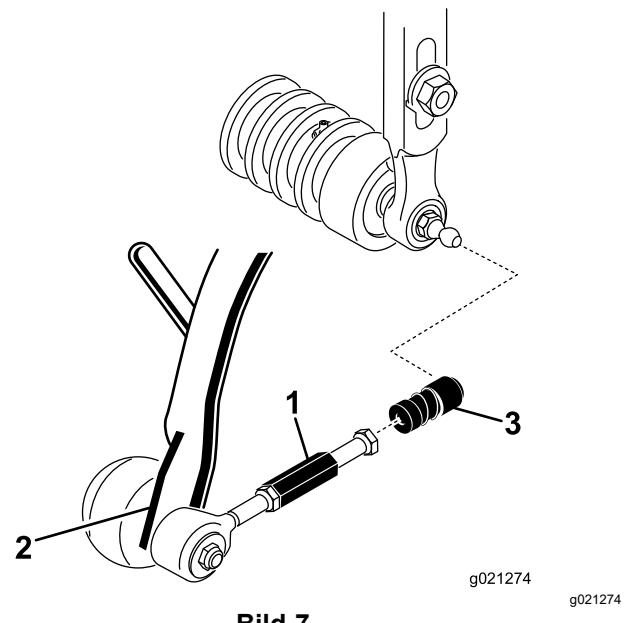

Bild 7
3. Schieben Sie die Hülse an jeder Kugellageraufnahme zurück und haken Sie die Aufnahme in den Kugelbolzen der Schneideeinheit ein (Bild 7).